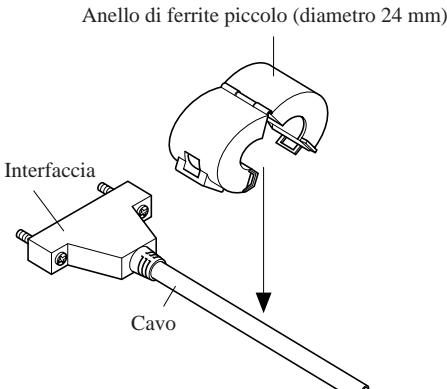

Fig. 3-2
- Gli anelli di ferrite sono confezionati aperti, come mostrato in Fig. 3-2. Se si trova uno degli anelli di ferrite chiuso, aprirlo utilizzando un oggetto appuntito per far leva sul dispositivo di chiusura di plastica dell'anello di ferrite (Fig. 3-1). Fare attenzione a non danneggiare il nucleo di ferrite o il dispositivo di chiusura di plastica.
■ Fissare l'anello di ferrite piccolo sul cavo d'interfaccia come mostrato in Fig. 3-2, facendo attenzione a non danneggiare il cavo d'interfaccia. L'anello di ferrite va saldamente bloccato in posizione con la fascetta di fissaggio fornita in dotazione, come mostrato nelle Fig. 3-3 e 3-4.